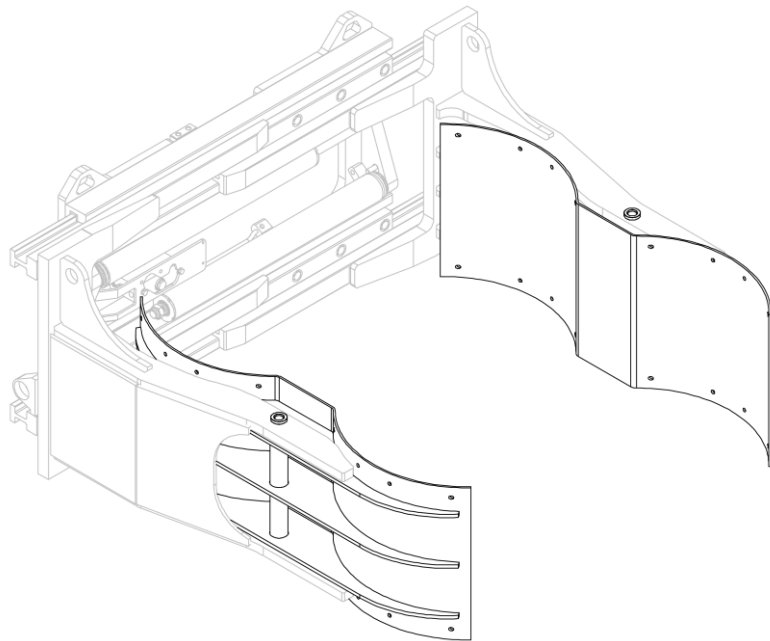
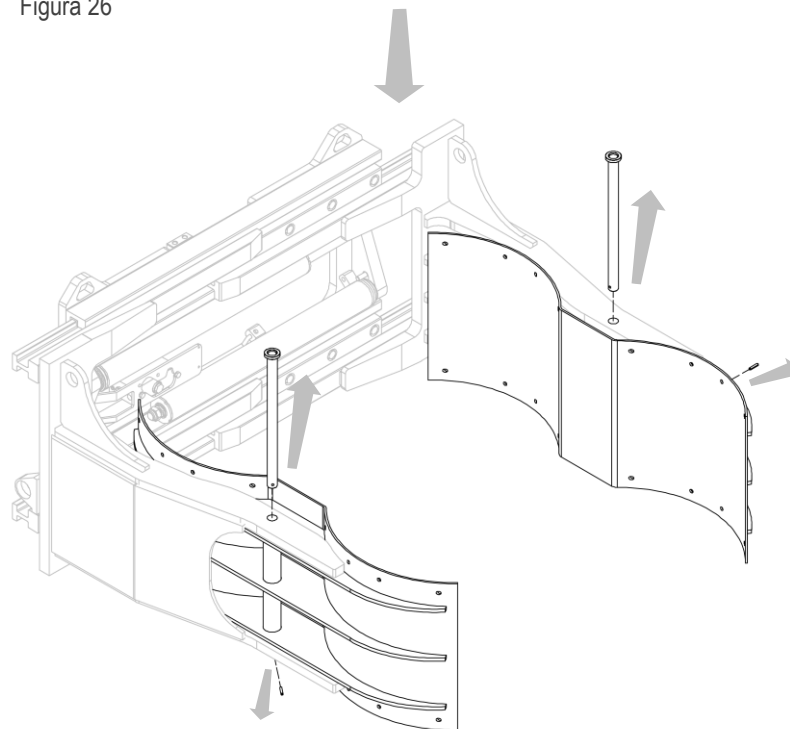

Figura 26
Figura 27
3. Extracción brazos de los perfiles (mira *Figura 26* y *Figura 27*).